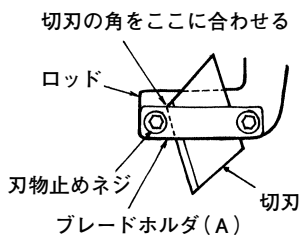

図14 〔切刃の場合〕
(3) 刃物が溝に完全に入っていることを確認した後、切刃の場合は、ブレードホルダ(A)の上面と、切刃の角部分を合わせます。(図14)